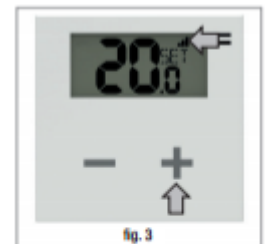

fig. 3
7. Verificare che ci sia copertura di segnale radio lato Termostato premendo il tasto + oppure -: sul display Clima Manager deve comparire almeno una tacca visibile (fig.3)